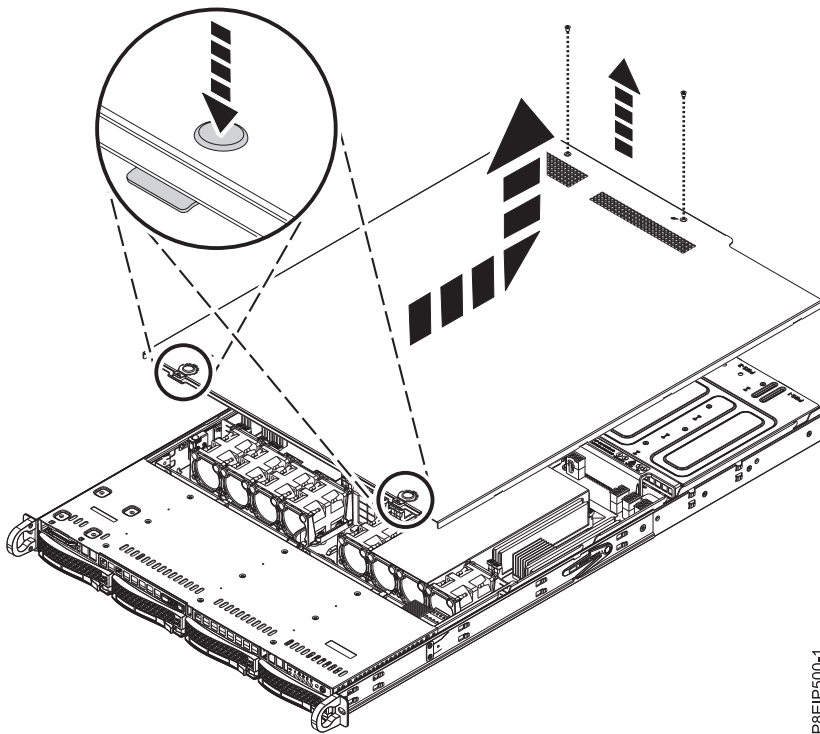

Figura 57. Liberación y apertura de la cubierta
2. Extraiga los dos tornillos (1) de la parte posterior de la cubierta.
3. Presione los dos botones en la cubierta superior (2) para liberar los pestillos como se muestra en la Figura 57, y empuje la cubierta hacia atrás 1 cm (0,5 pulgadas) hasta que se detenga. Si los botones no se presionan fácilmente, extraiga un poco las unidades directamente debajo de los botones.